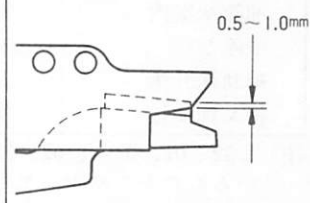

図14
- チェンカッターを取り付けるときは、ミシンの斜後方から入れて、リンク③とブッシュ①を連結してください。(又は、角駒⑪とレバーC)
- ネジ⑥、⑬は、仮締しておき、上刃と下刃のかみ合い深さを0.5～1.0mmに調節してから締付けてください。(図14)
- 調節は、プーリーを回して、上メス台が最も下にさがったとき、チェンカッター④、⑬を上下に動かして行ってください。